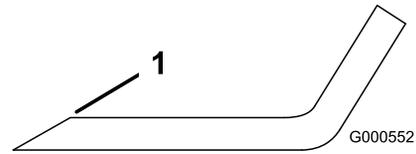

Bild 75
1. Schärfen Sie die Schnittkante an beiden Enden des Schnittmessers mit einer Feile (Bild 75).
**Hinweis:** Feilen Sie, wenn das Schnittmesser nicht ausgewuchtet ist, vom Flügelbereich des Messers etwas Metall ab (Bild 75).